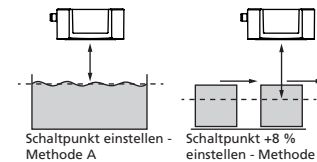

Bild 3: Teach-in bei unterschiedlicher Bewegungsrichtung des Objekts
■ In der Teach-in-Prozedur »Schaltpunkt einstellen – Methode A« lernt der Sensor die tatsächliche Entfernung zum Objekt als Schaltpunkt. Bei einer Bewegung des Objekts auf den Sensor zu, z.B. bei einer Füllstandsmessung, ist so die eingelernte Entfernung das Niveau, bei dem der Sensor schalten soll (vgl. Bild 3).
- Für die Abtastung von Objekten, die seitlich in das Schallfeld eintreten, sollte die Teach-in-Prozedur »Schaltpunkt +8 % einstellen – Methode B« gewählt werden. Dabei wird der Schaltpunkt um 8 % größer eingestellt, als es der tatsächlichen Entfernung zum Objekt entspricht. Dies stellt auch bei geringfügigen Höhenschwankungen der Objekte einen stabilen Schaltpunkt sicher (vgl. Bild 3).